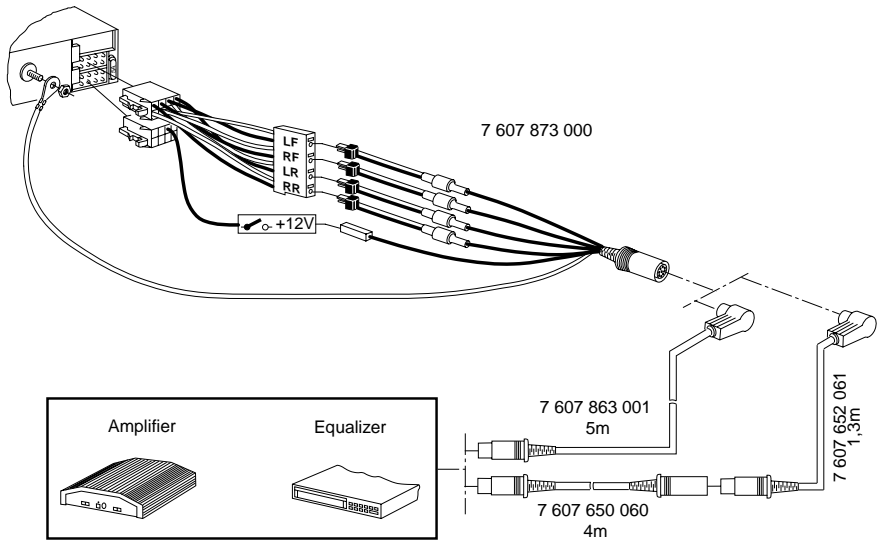

Fig. 6
- Equalizer- und Amplifieranschluß ..... Fig. 6
Connection of equalizer and amplifier ..... fig. 6
Raccordement de l'égaliseur et de l'amplificateur ..... fig. 6